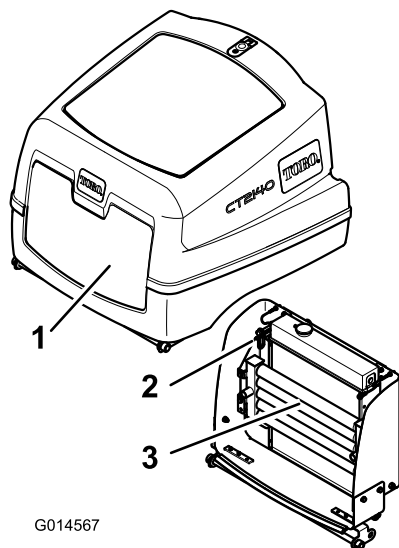

Bild 58
4. Lösen Sie den Riegel und öffnen Sie die Motorhaube (Bild 58).